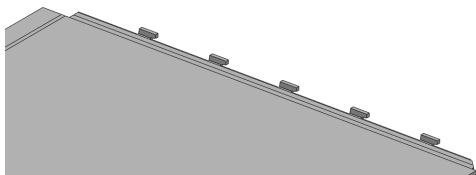

图 13-75 创建折弯特征效果
(6) 退出草图绘制环境，弹出【绘制的折弯】属性管理器，选取中间面，单击【确定】按钮，创建折弯特征，如图 13-75 所示。